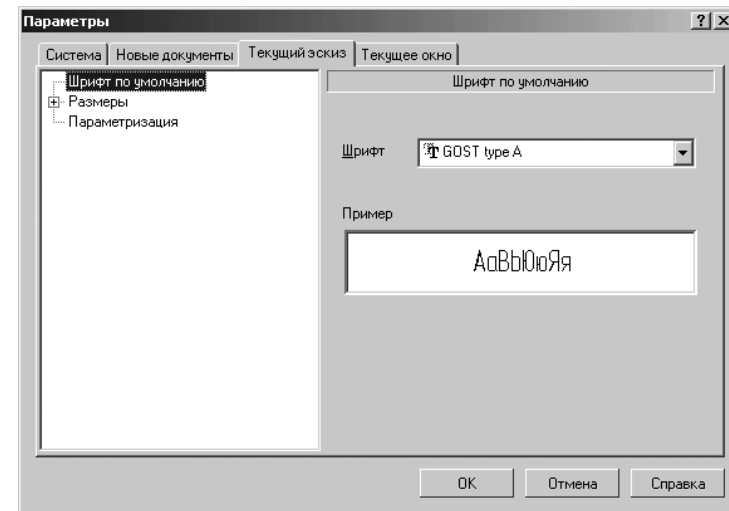

Рис. 2.147. Главное окно системы в режиме редактирования объекта – окружности
- щелкните по пункту **Шрифт по умолчанию**. В правой части появится панель **Шрифт по умолчанию**, показанная на рис. 2.147.